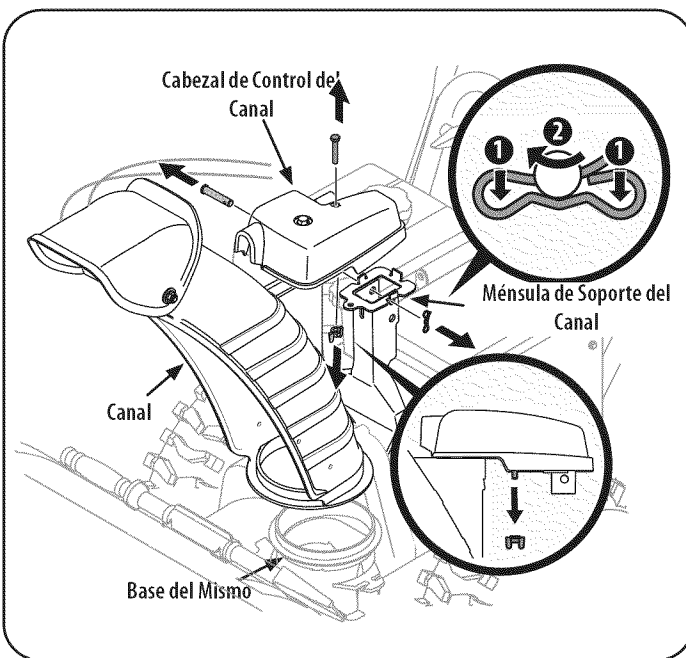

Figura 3
2. Retire el pasador de chaveta, la tuerca de mariposa y el tornillo hexagonal del cabezal de control del canal, y el pasador de horquilla y el pasador de chaveta con unión curva de la ménsula de soporte del canal. Vea la Figura 3.